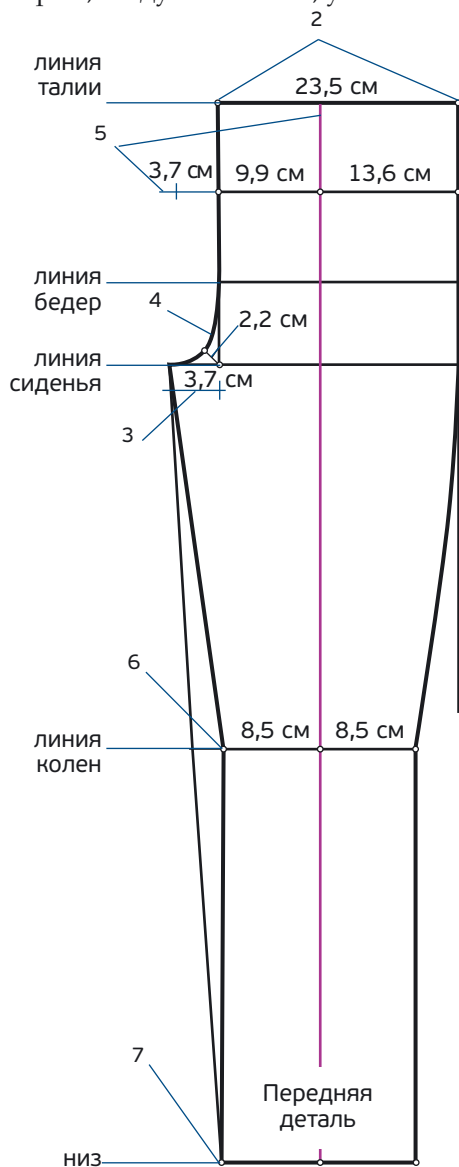

РИС. 1
5. Сложите $\frac{1}{4}$ обхвата бедер и ширину шага и разделите все на 2: $(23,5 + 3,7) : 2 = 13,6$ см. Затем на 13,6 см на вертикальной линии правой части проведите линию стрелки брюк (рис. 1, фиолетовым цветом). Отметьте мерки на брюках, как указано на рис. 1. Они будут необходимы для дальнейшего построения задней половинки брюк.